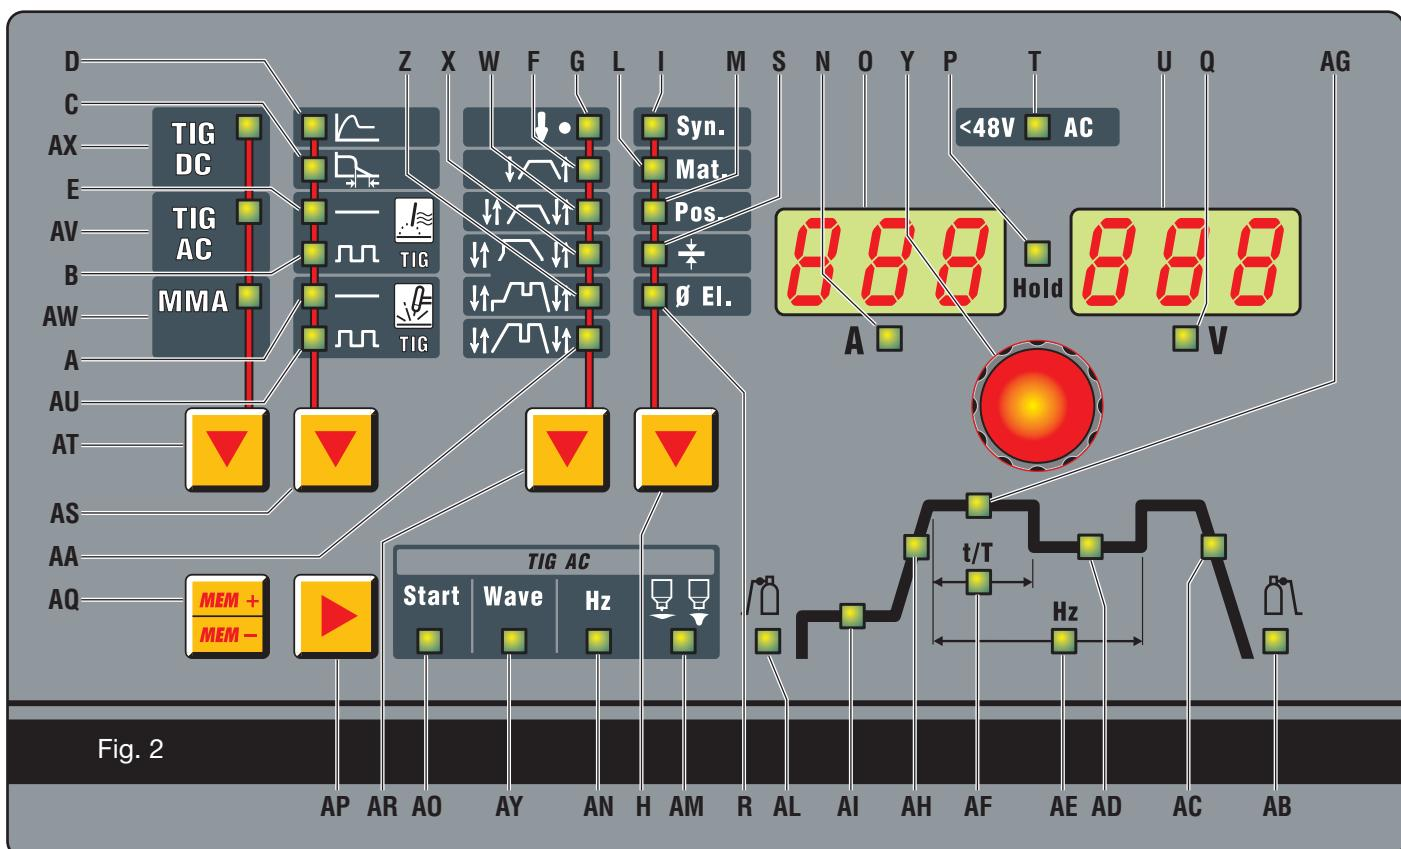

Fig. 2
3.3 BESKRIVELSE AF PANEL (fig. 2)